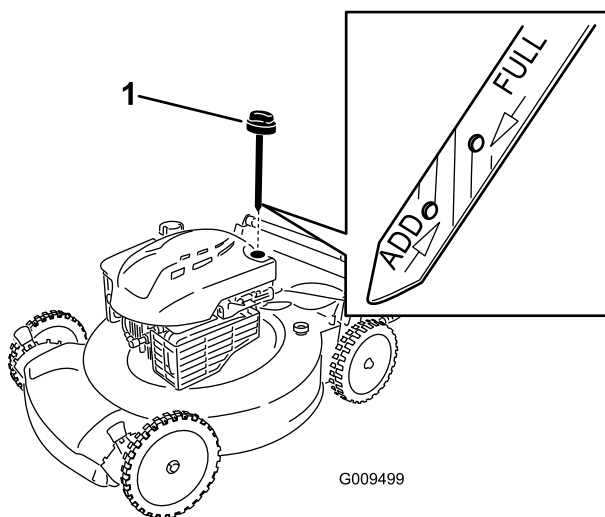

Figure 6
5. Sortez de nouveau la jauge et vérifiez le niveau d'huile ; voir Figure 6.
2. Retirez la jauge (Figure 6) et versez de l'huile dans le tube de remplissage pour remplir le carter moteur aux 3/4.